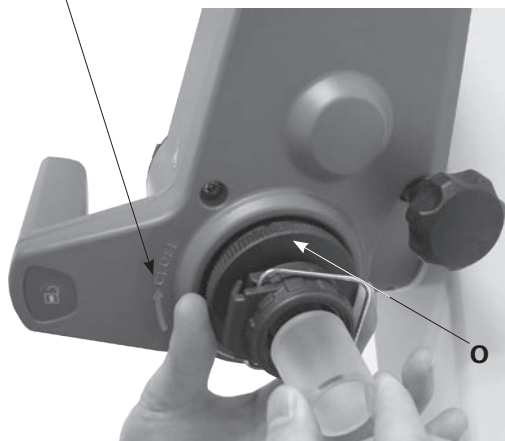

Fig.14a
- Ouvrez le dispositif d'arrêt (O) de la tête d'entraînement en tournant à 60° dans le sens inverse des aiguilles d'une montre. (Fig.14a)